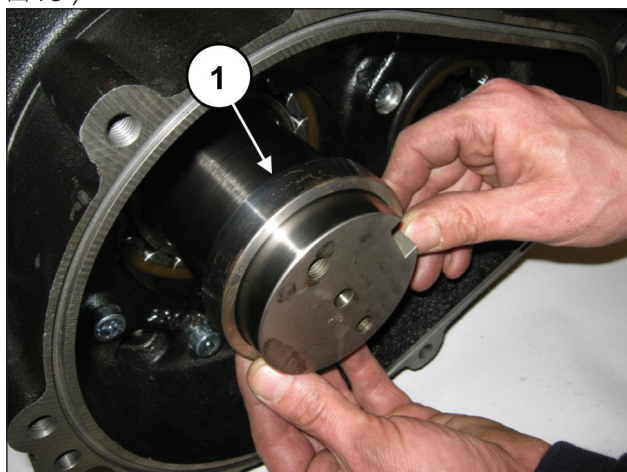
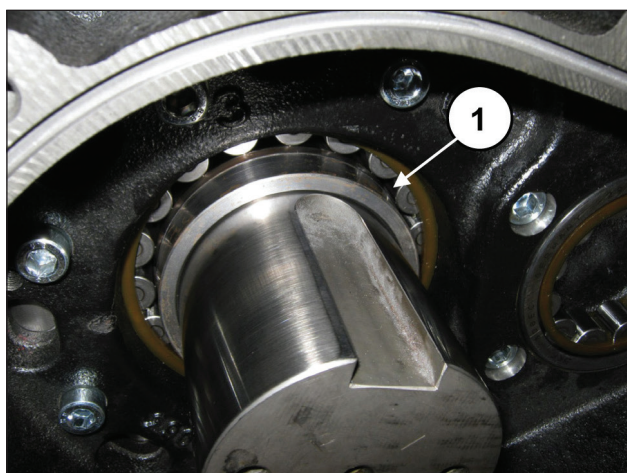

图 74
图 75
利用扭力扳手调节螺栓，如第3章“螺栓紧固的调节”所述。将冠齿轮支撑环插入曲轴柄（①，图 74）中，直至到底（①，图 75）。